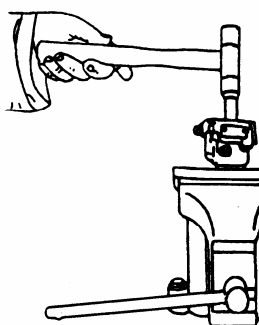

图 12-33 安装密封圈
⑤使用专用工具 VW605 和塑料铆头，把新的密封圈安装在转向器控制阀外壳上，如图 12-33 所示。